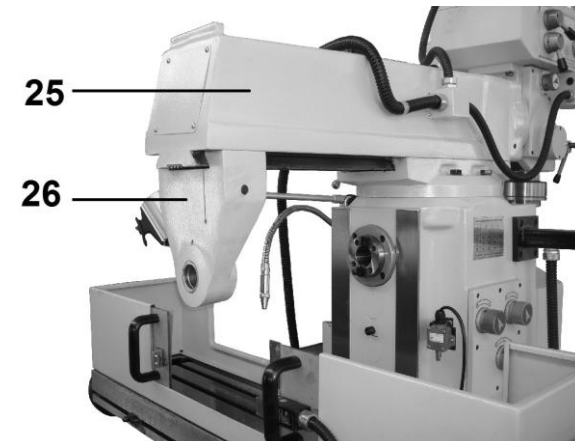

Рис. 25
9.10.2. Как указано в пункте 9.9, поверните хобот (25) на 180°, строго на отметку (0) по шкале (75) и указателю (76) (1 деление = 1 град.), расположенному на противоположной стороне колонны (38) (Рис. 23а). Положение закрепите четырьмя болтами (77), установите серьгу (26) (Рис. 25), затяните гайку (78).